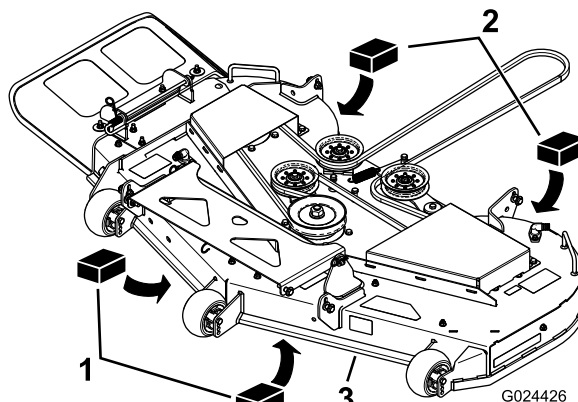

**Figure 59**
3. Faites pivoter les lames avec précaution pour faire passer les pointes avant à l'arrière (Figure 59).
4. Mesurez la distance entre la pointe de la lame avant et la pointe de la lame arrière par rapport à la surface plane (Figure 59).